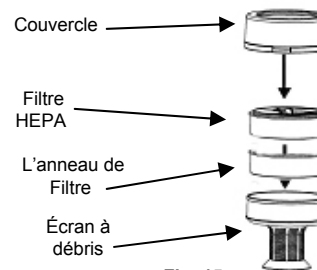

Fig. 15
2. Pour séparer l'assemblage du filtre, tenez le bas de l'écran à débris et sortez-en le filtre, vers le haut. (Fig. 15)